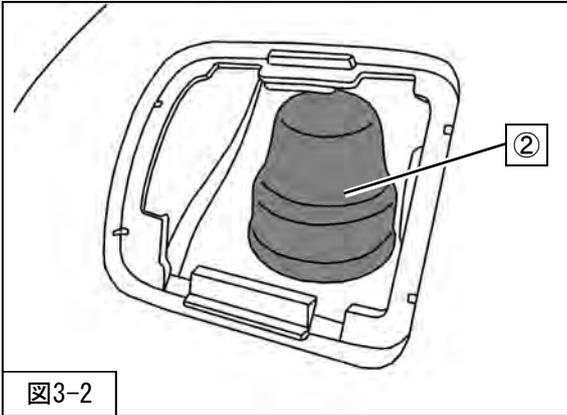

図3-2
3. ②ラバーキャップを取外してください。(図3-2)
4. アクスルに木片等を介してジャッキで下から支えながら③リアショックアブソーバASSYアッパー取付ナット